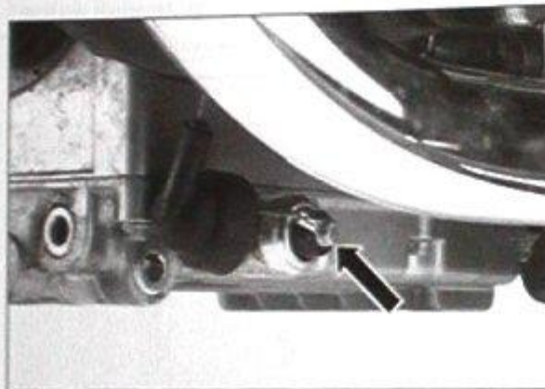

Bild 189
- Stecker von Öldruckschalter abnehmen (Bild 189).